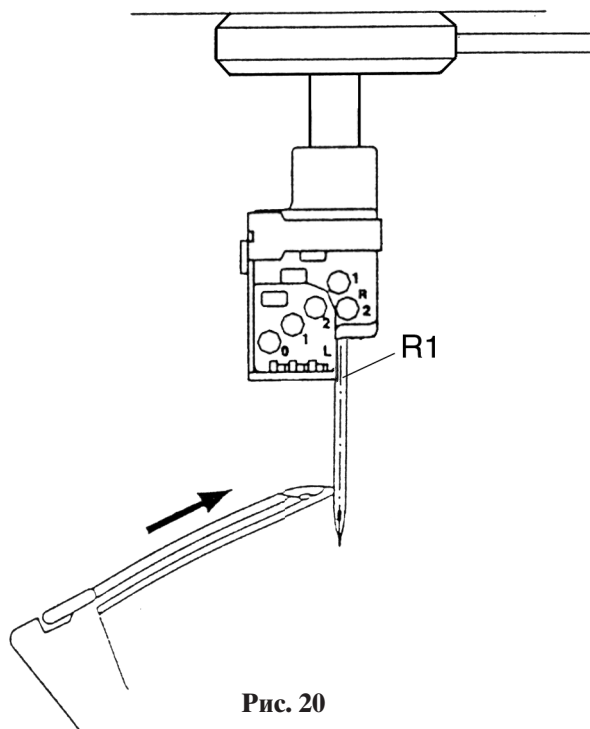

Рис. 20
- Передвиньте струбцину подъема петли вверх к корпусу машины и слегка затяните ее (рис. 20).
- Носик петлителя 2 при поворачивании маховика в обоих направлениях должен устанавливаться точно на осевой линии иглы (рис. 20).